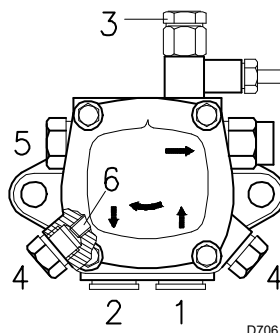

Fig. 21
6.3 Bomba (Fig. 21)
- A fin de que la bomba pueda autocebarse, es indispensable aflojar el tornillo 3 (Fig. 21) de la bomba para purgar el aire que pueda haber en el tubo de aspiración.
Para variar la presión de la bomba, usar el tornillo 5) (Fig. 21 pág. 18)